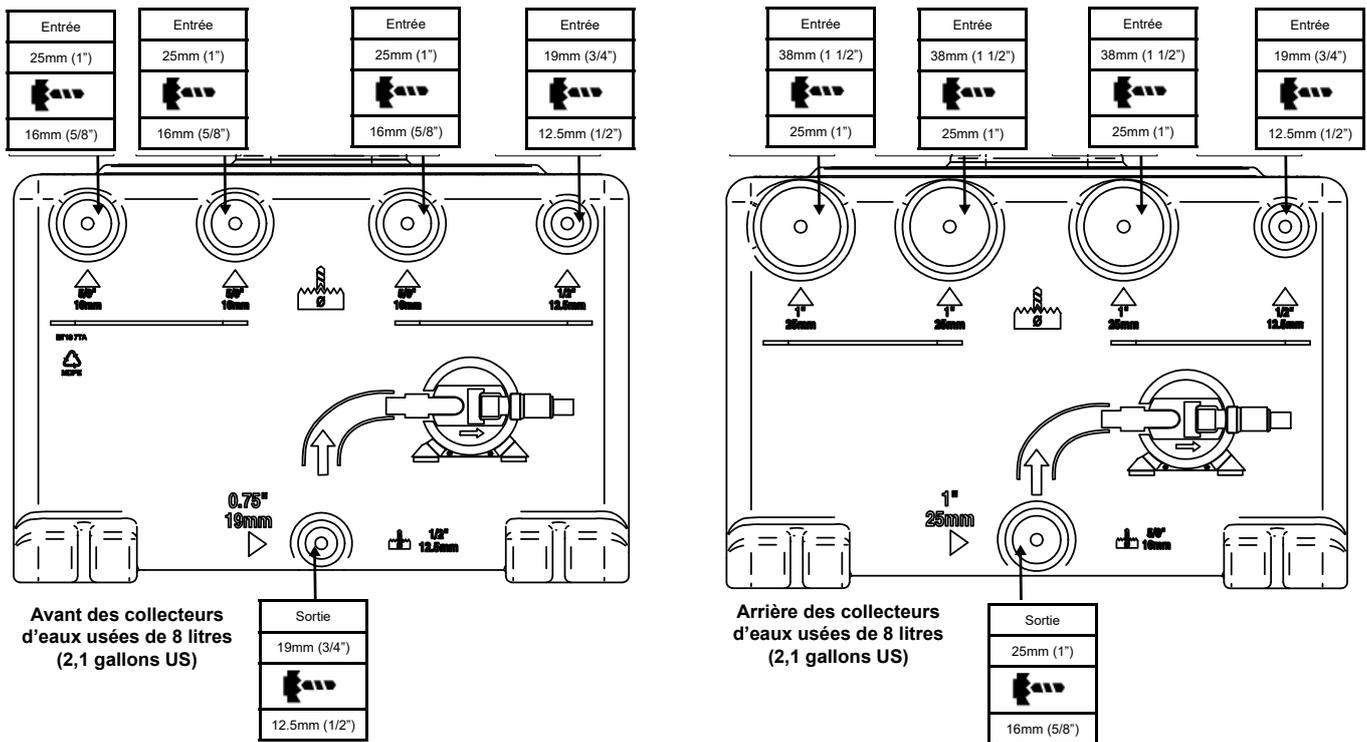
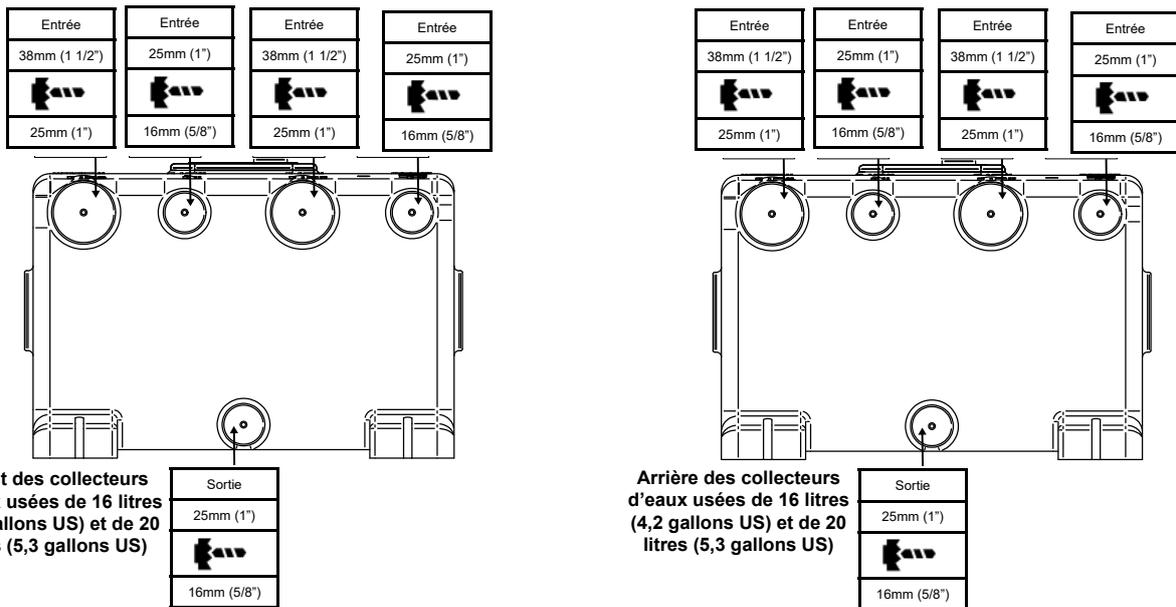

Figure 3 Tailles de ports et diamètres de perçage recommandés pour les collecteurs d'eaux usées de 8 litres (2,1 gallon US)
Figure 4 Tailles de ports et diamètres de perçage recommandés pour les collecteurs d'eaux usées de 16 litres (4,2 gallon US) et de 20 litres (5,3 gallons US)
**Étape 1:** Percez uniquement les ports devant être utilisés dans le cadre de l'installation. Les tailles de ports et les diamètres de perçage recommandés sont indiqués dans la Figure 3 pour les collecteurs de 8 litres (2,1 gallons US) et dans la Figure 4 pour les collecteurs de 16 litres (4,2 gallons US) et 20 litres (5,3 gallons US). Assurez-vous de retirer tous les copeaux à l'intérieur du collecteur après le perçage.